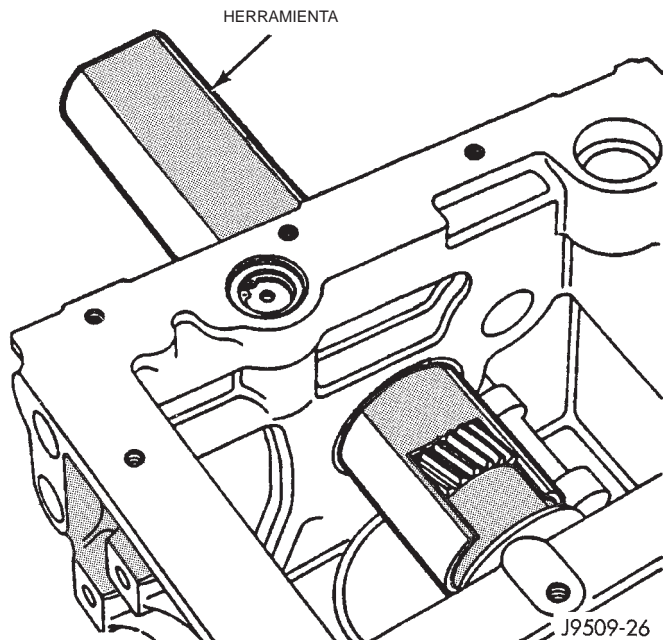

Fig. 67 Herramienta especial del cigüeñal VM.1004
(9) Retire los tubos de alimentación de aceite a los balancines.
(10) Retire las culatas de cilindro. Consulte desmontaje e instalación de culatas de cilindro en esta sección.
(11) Retire el colector de aceite y el captador de aceite.
(12) Retire los pistones y bielas.
(13) Retire el amortiguador de vibraciones. Consulte desmontaje e instalación de amortiguador de vibraciones en esta sección.
(14) Retire la cubierta del engranaje de distribución. Consulte desmontaje e instalación de cubierta del engranaje de distribución en esta sección.
(15) Retire la bomba de aceite y la bomba de vacío del bloque.
(16) Instale la herramienta especial VM.1004 en el cigüeñal sobre el engranaje (Fig. 67).